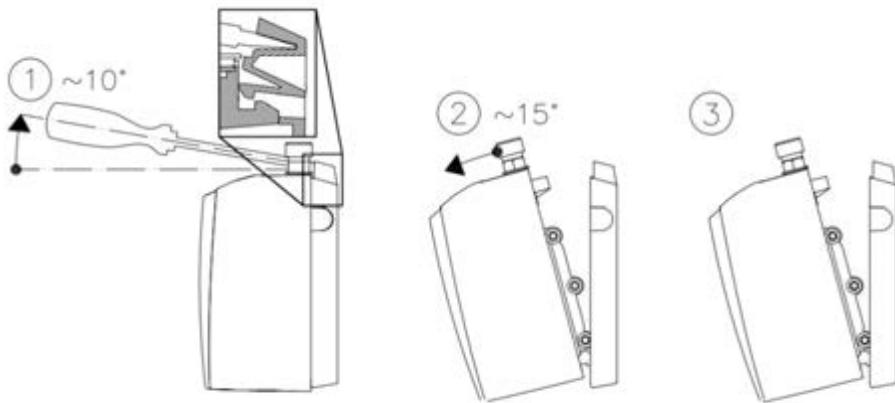

Рисунок 1. Отсоединение монтажной панели от ПЭВН
Отсоедините монтажную панель от корпуса водонагревателя, следуя инструкции на рис. 1. Для этого вставьте отвертку с плоским наконечником в замок, расположенный между патрубками холодной и горячей воды до упора и слегка потяните вверх (1). Наклоните прибор вперед максимум на 15 С° (2) и отсоедините прибор, потянув его вверх. (3)